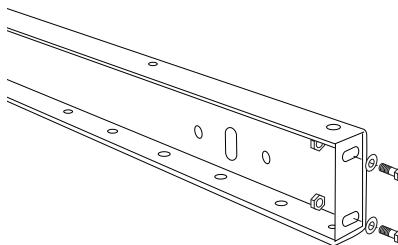

Figure 4
- Le matériel d'installation est prévissé dans les extrémités des cadres de convoyeur. Retirez le matériel d'installation en utilisant une clé de 9/16 po (14 mm). (Voir Figure 4)